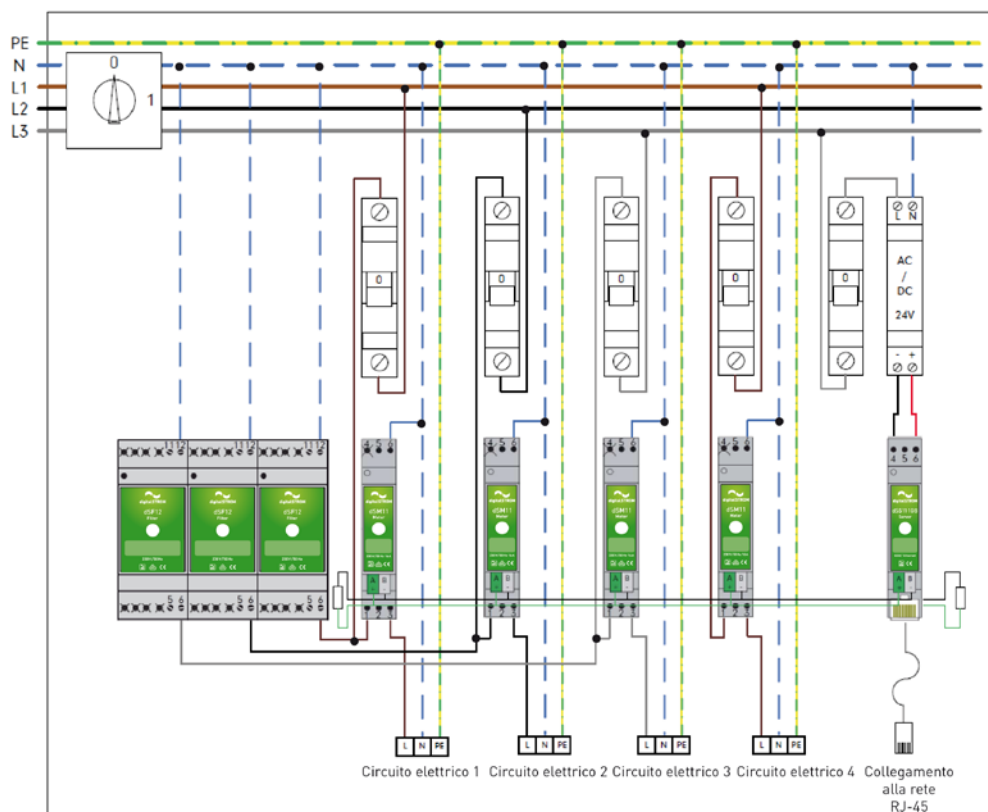

Abb. 1 *Panoramica ripartitore*
- Sono necessari al massimo tre filtri digitalSTROM (dSF) per ogni ripartizione (Fig. 1).